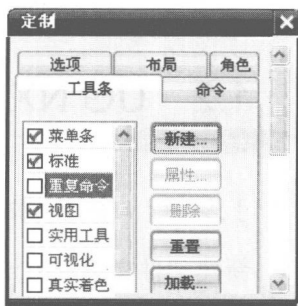
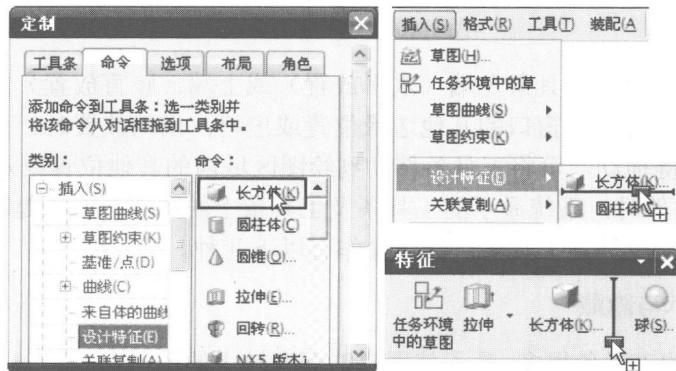

图 1-11 “定制”对话框
图 1-13 菜单及工具条中命令图标的导入
(1) 鼠标指向任意一个已经显示的工具条,单击鼠标右键,在弹出的快捷菜单中,名称前面带选中标记 ☒ 的是已经显示的工具条,名称前面不带选中标记 ☐ 的是未显示的工具条。鼠标单击快捷菜单中工具条的名称,相应的工具条在显示与隐藏两种状态之间切换。
(2) 选择菜单【工具】|【定制】,或鼠标指向任意一个已经打开的工具条,单击鼠标右键,在弹出的快捷菜单的最下方选择“定制”选项,系统弹出“定制”对话框,如图 1-11 所示。
并不是 UG 软件中的所有命令都可以直接从工具条或菜单中调用，有些不常用的命令通常只能从“定制”对话框中调用。为便于调用这些命令，可以将其图标导入到菜单或工具条中，方法如下：在图 1-11 所示的“定制”对话框中选择“命令”标签，在类别列表中选择命令所在位置（如“菜单条”|“插入”|“设计特征”），在命令列表中显示该类别的全部命令名称及图标按钮，用鼠标选择需要导入的命令的图标按钮（如长方体）并拖曳到菜单的相应位置上，则在菜单中显示该命令菜单；同理，若拖曳到相应工具条上，则在工具条上显示该命令的图标按钮，如图 1-13 所示。